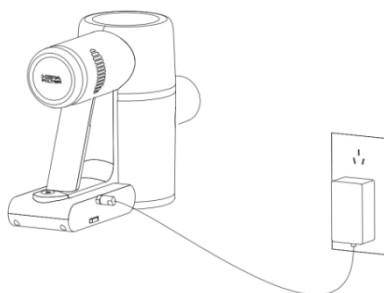

Figura 6
1) Bateria se află pe unitatea principală, conectați conectorul adaptorului la încărcător și conectați adaptorul la priza de încărcare (Figura 6).